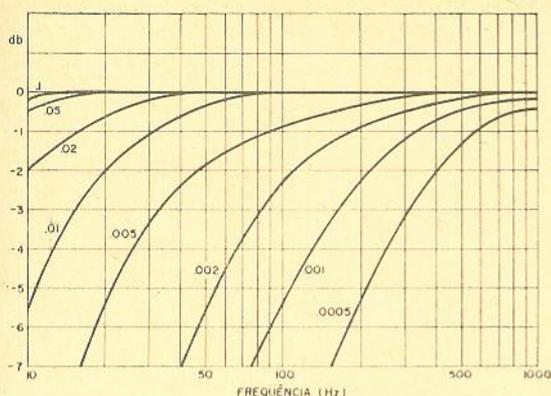

Figura 8
C também comanda a resposta de frequência. Na figura 8 damos as atenuações em função da frequência para vários valores de C , quando R tem o valor de 1 Megohm. Para outros valores de R (que, na prática, e se R_{g2} for pelo menos igual a $4 R_L$, pode ser igual a R_{g2}) devemos recorrer à expressão (11), para acharmos o valor de C para um corte determinado na frequência desejada.